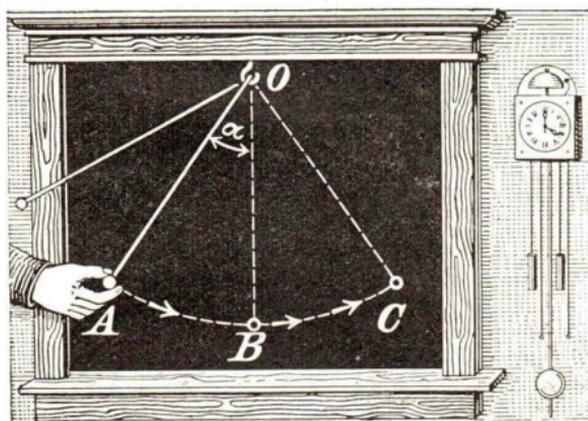

Abb. 28. Pendelschwingung
4. Die **Eigenschaften des Pendels** entdeckte schon **Galilei** 1583. Man studiert sie an einem Fadenpendel (Abb. 28). Dieses ist ein schwerer Körper, der an einem Faden schwingt.